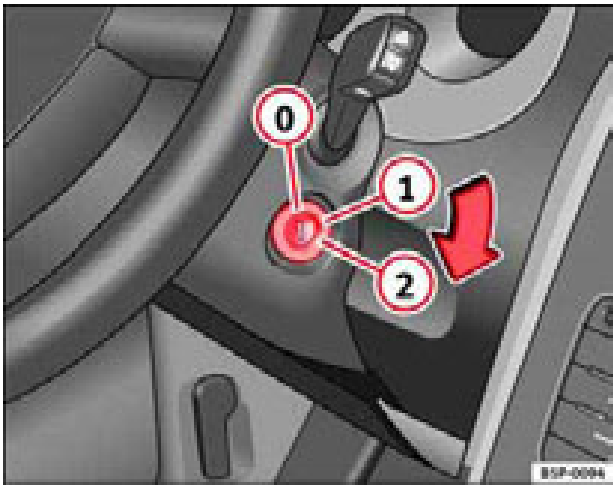

Fig. 113 Posiciones de la llave de contacto
En esta posición ⇒ **fig. 113** el encendido y el motor están desconectados pudiéndose bloquear la dirección.
- Gire la llave de contacto hasta la posición ⇒ **página 157, fig. 113 ①**. El testigo  se encenderá en caso de precalentamiento del motor.
- En cuanto se apague el testigo, gire la llave de encendido a la posición **②** para poner en marcha el motor y no pise el acelerador.
- Gire la llave de contacto a la posición ⇒ **página 157, fig. 113**